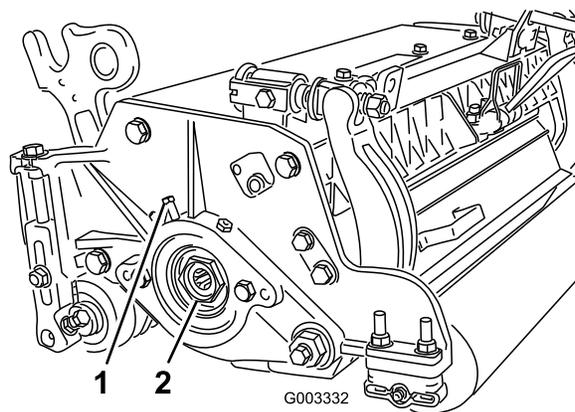

Figura 26
- A. Allentate la vite a testa cilindrica esterna che fissa il dado di regolazione del cuscinetto all'alloggiamento del cuscinetto situato sul lato sinistro dell'apparato di taglio (Figura 26).